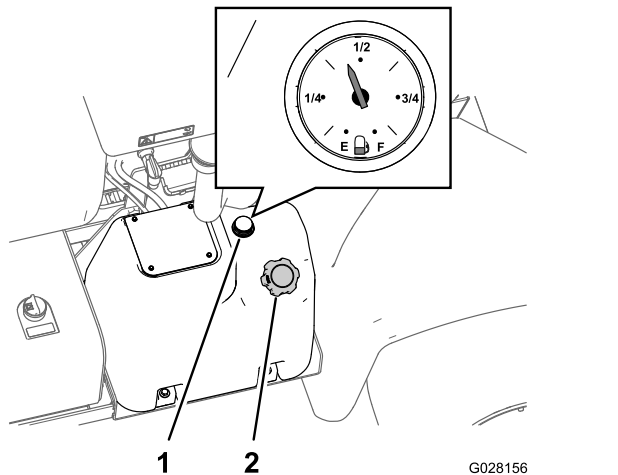

Bild 23
3. Reinigen Sie den Bereich um den Tankdeckel (Bild 23).